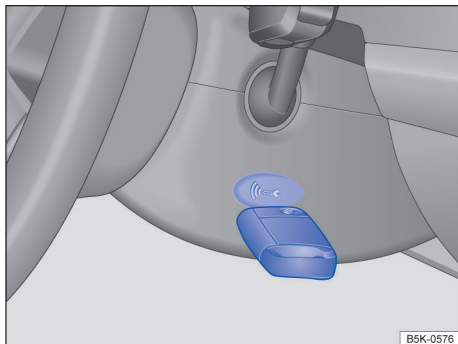

Fig. 101 À direita da coluna de direção: função de partida de emergência em caso de veículos com sistema de travamento e partida Keyless Access sem chave.
- Manter a chave do veículo diretamente após pressionar o botão de partida à direita da coluna de direção → Fig. 101.